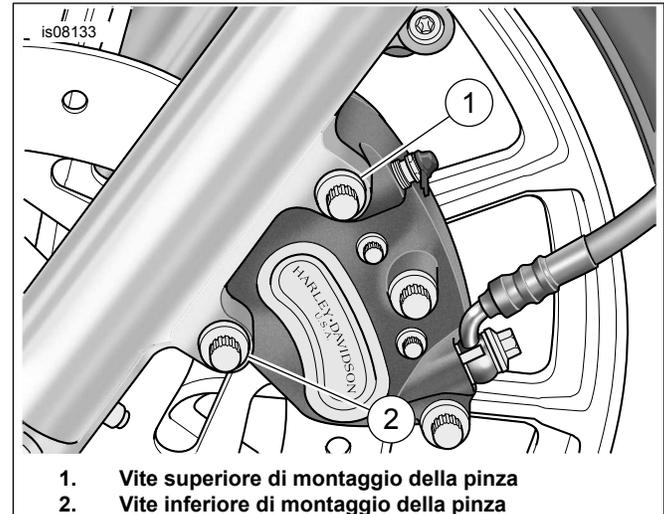

Figura 1. Rimuovere le viti di montaggio della pinza
1. Vedere Figura 1. Sostenere la pinza e rimuovere le viti di montaggio, superiori ed inferiori, della pinza.